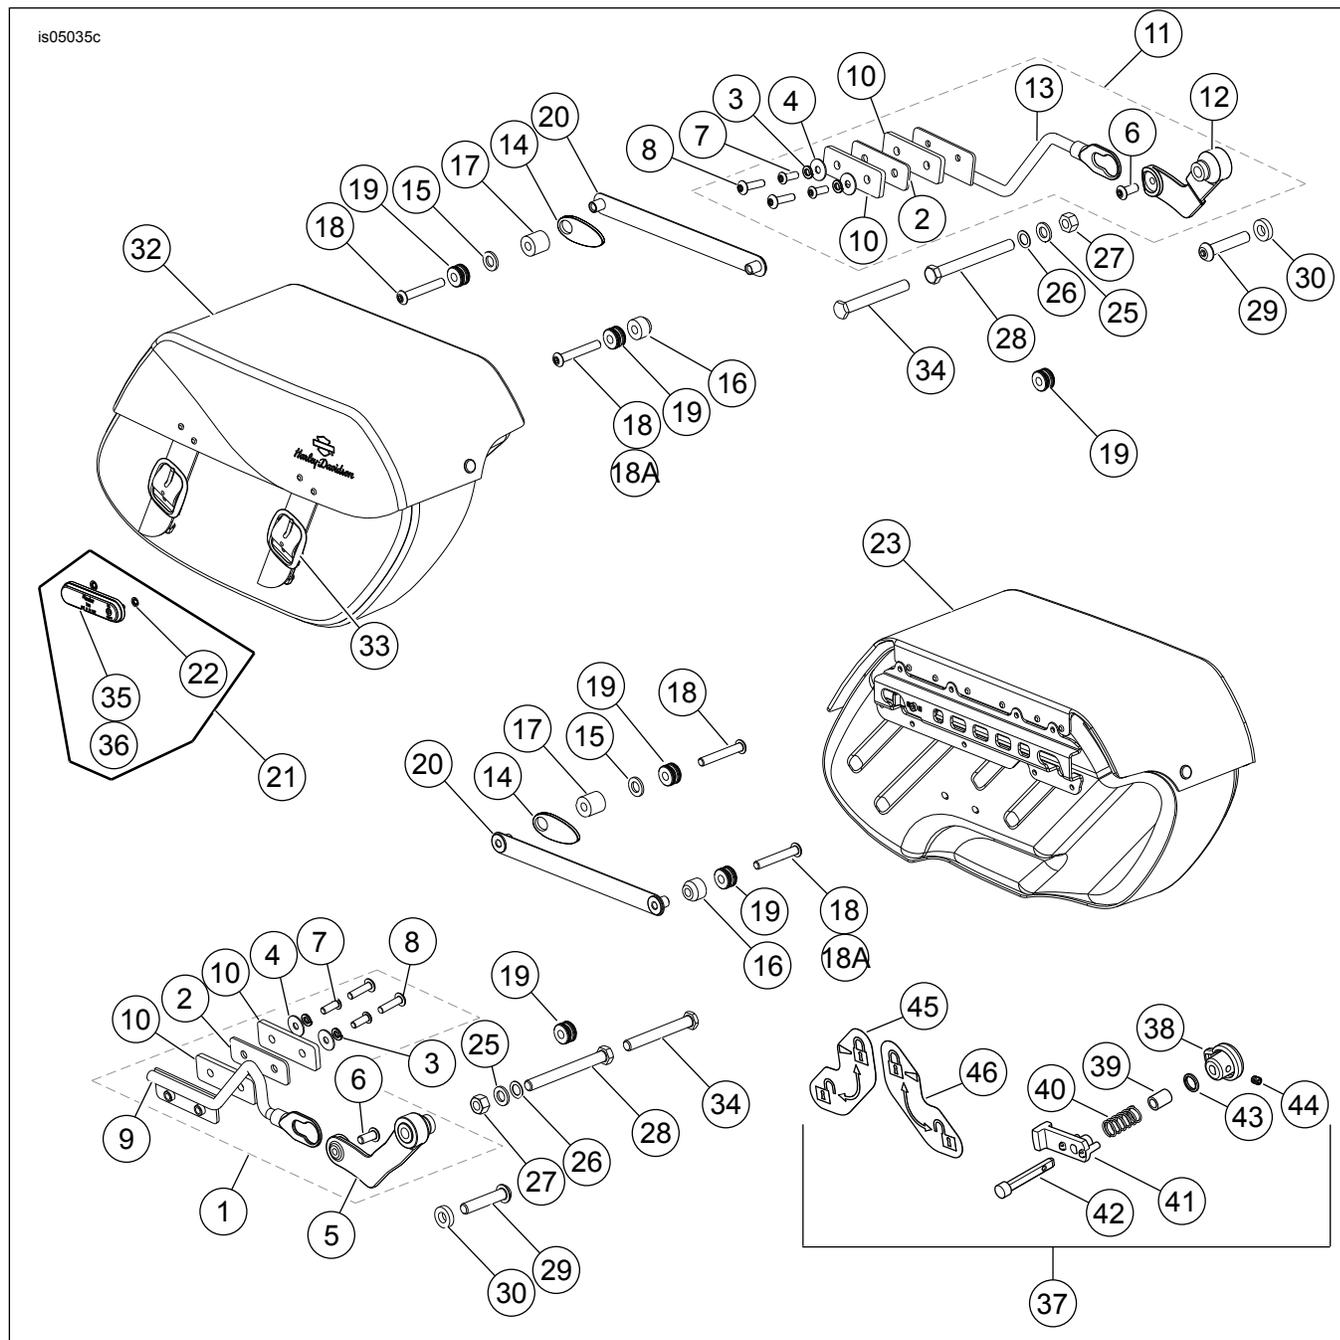

Figura 6. Peças de reposição: Alforje removível Dyna
Veja Figura 6 e Tabela 1.
3. Veja Figura 6. Remova o amortecedor seguindo as instruções do kit do suporte inferior esquerdo (1) ou do kit do suporte inferior direito (11).
1. Veja Figura 6. Instale o braço de suporte inferior direito (13) e o braço de suporte inferior esquerdo (9) seguindo as folhas de instruções incluídas nos kits respectivos.
4. Veja Figura 6. Incline o alforje para frente e alinhe o diâmetro grande da extremidade do furo da chave do braço do suporte inferior (13) sobre o ponto de suporte inferior (19). Balance o corpo da bolsa para baixo de modo que os pontos externos na tampa da escora da estrutura deslizem nas fendas do suporte da parte traseira da bolsa.
1. Veja Figura 6. Posicione o refletor (21) no centro do alforje, entre as tiras.
7. Instale o suporte do refletor no alforje usando duas porcas de pressão (22). As porcas de pressão são instaladas a partir da parte de dentro do alforje.